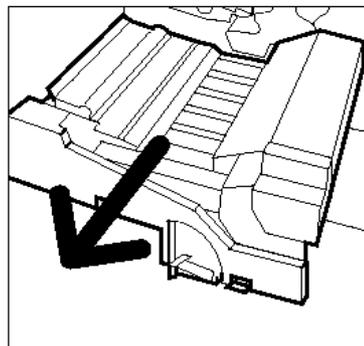

Figure 35 : Dégagement du transport papier
- 4** Saisissez le transport papier et tirez-le fermement jusqu'à ouverture complète (figure 35).